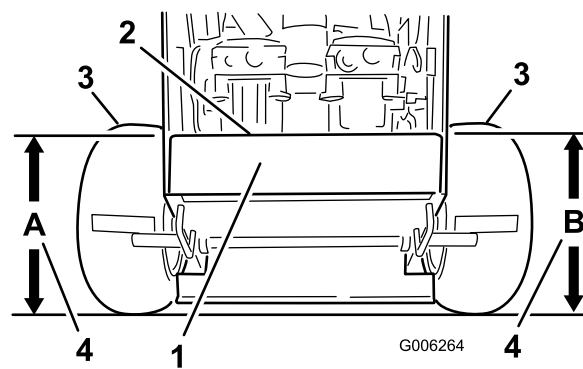

Figura 55
4. Mida la altura de la carcasa del motor en la posición **A** (Figura 55).
5. Mida la altura de la carcasa del motor en la posición **B** (Figura 55).